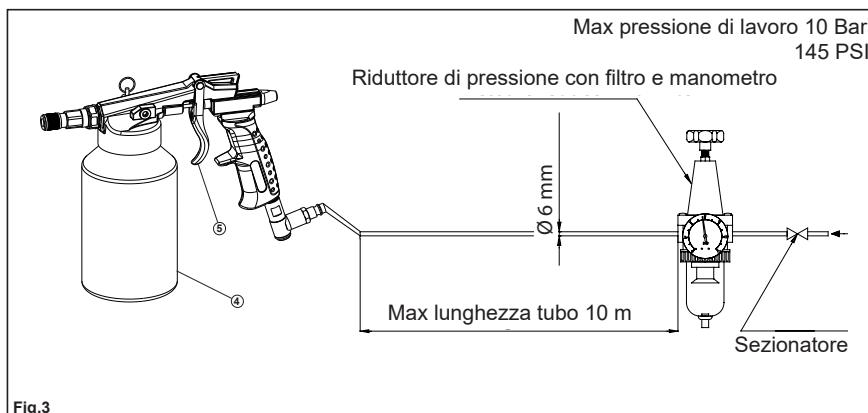

Fig.3
**⚠ Tra la Pistola sottopressione airco well® e l'impianto dell'aria compressa devono essere presenti: un Sezionatore, un Riduttore di pressione con Manometro, la lunghezza massima del tubo di connessione non deve superare i 10 mt. (Fig.3)**
**⚠ Collegare sempre l'alimentazione dell'aria prima di fare qualsiasi operazione sulla Pistola sottopressione airco well® o di togliere il serbatoio (4).**
9.2 Collegamento pneumatico dell'aria di alimentazione vedi paragrafo 8.1 Fig.3.